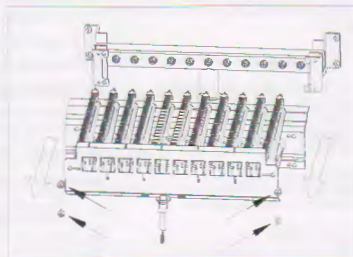

Рис.4
- 3) С помощью отвертки ослабьте четыре винта на горелки, снять горелку (как на рис.4)